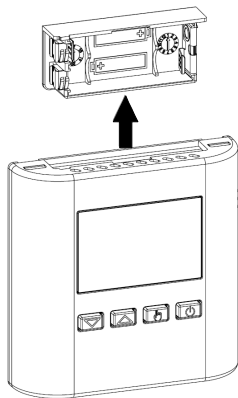

Fig. 3
- 3 Fortsätt att vrida fronthöljet försiktigt uppåt tills detta lossnar helt från bottendelen (Fig. 3).